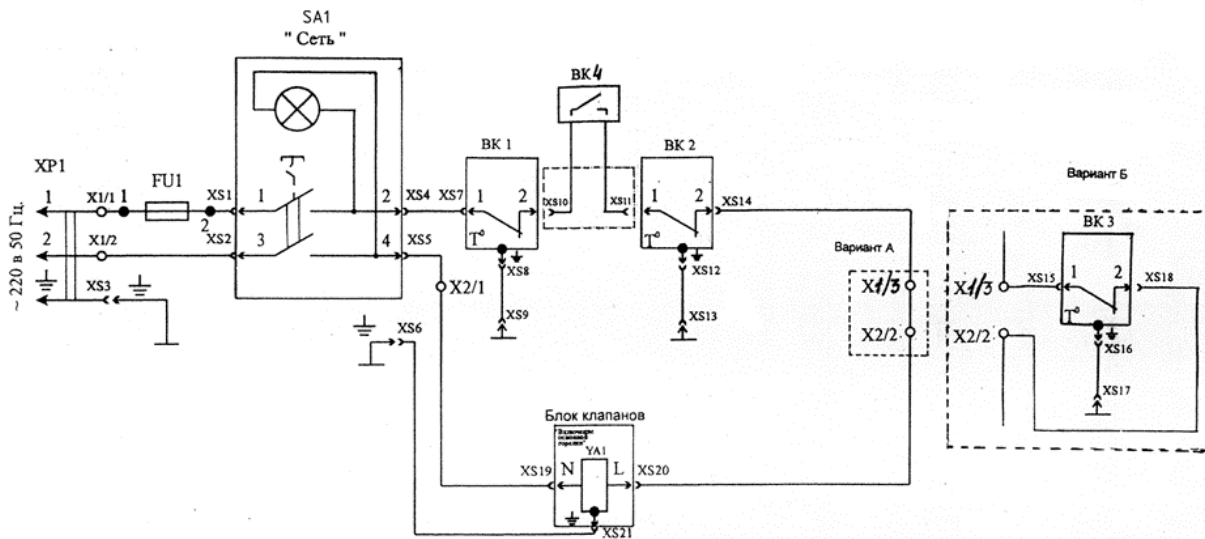

Рис.3.
6.10. Монтаж электрооборудования, входящего в комплект устройства, производить в соответствии ПУЭ и схемой электрической принципиальной, см. рис. 3.